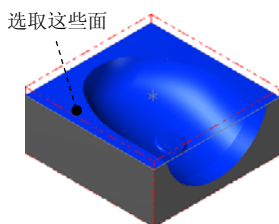

图 13.6 选取加工面
(1) 选取加工面。在图形区中选取图 13.6 所示的面（共 17 个面），然后按 Enter 键，系统弹出“刀具路径的曲面选取”对话框。